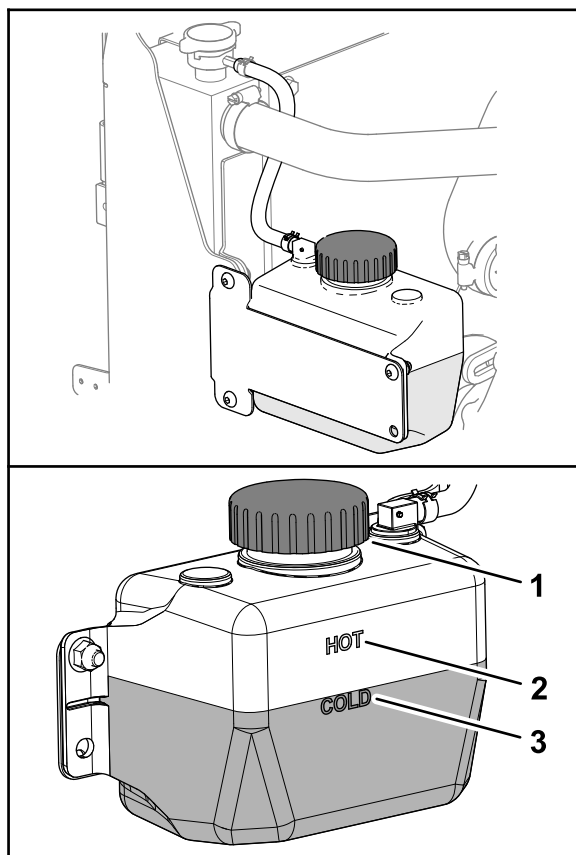

Figura 141
3. Verificați nivelul lichidului de răcire din rezervor (Figura 141).